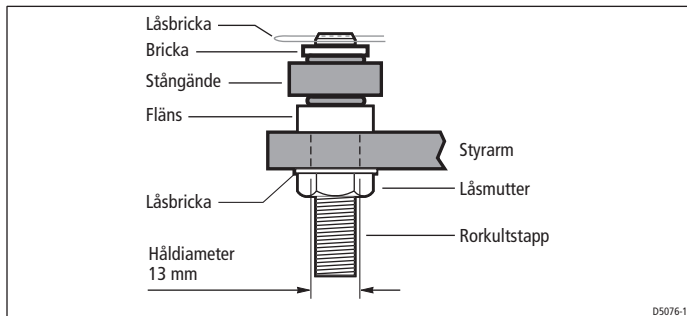

Bild 6: Fäst tryckstången på styrmarmen
- Rorkultstappenhet (se bild 6) bestående av: rorkultsstift, R--clips, toppbricka, låsbricka, mutter (Nylock, UNC 1/2)
- sätt i rorkultstappen i hålet i styrarmen, så att flänsen förblir ovanför armen (se bild 6).
- Lås fast med den medlevererade låsbrickan an (se bild 6).